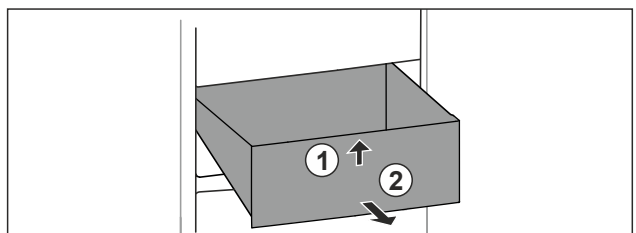

Fig. 26
- ▶ Nadzvedněte zásuvku vpředu. Fig. 26 (1)
- ▶ Vjměte zásuvku dopředu. Fig. 26 (2)